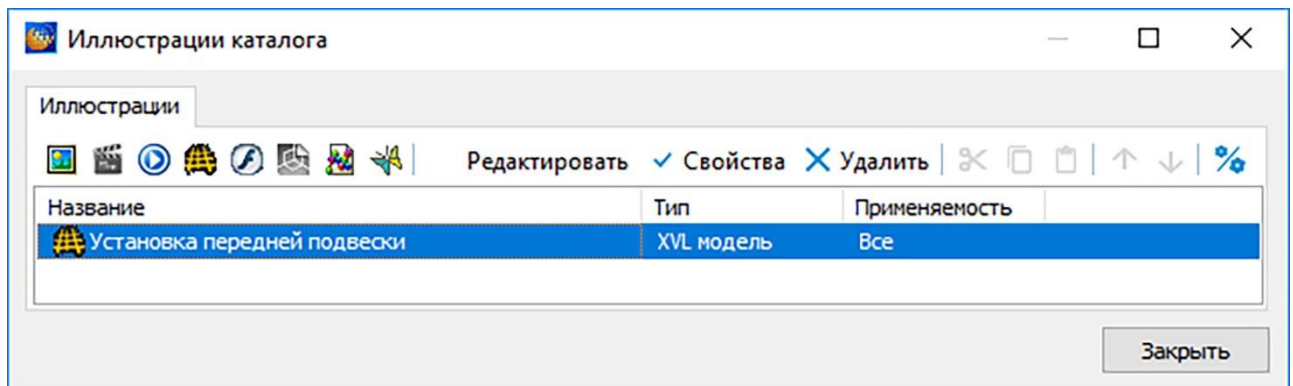

Рисунок 466
8) Закройте окно с сохранением изменений. Произойдет возврат в окно **Иллюстрации каталога**, в котором появится название созданной 3D модели (рисунок 466).